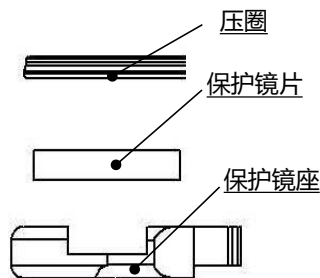

图 6.2 — 保护镜结构
- 如图 6.2，拧开锁紧螺钉，打开保护镜盖子，捏住抽屉式镜座两边拉出保护镜座；